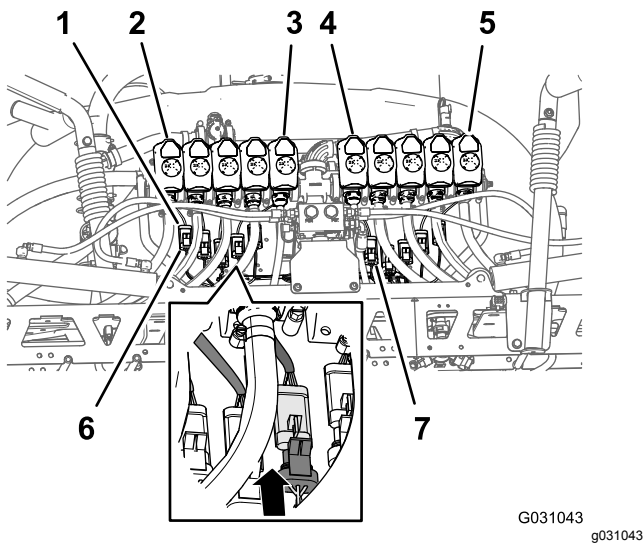

图 106
- 将带有**喷嘴阀 1 至喷嘴阀 5** 标签的 203cm 线束支管的 3 插槽接头放到 10 阀阀门安装架的后部位置要低于喷嘴阀 1 至 5 图 106。
2. 将带有喷嘴阀 6 至喷嘴阀 10 标签的 203cm 线束支管的 3 插槽接头放到 10 阀阀门安装架的后部位置要低于喷嘴阀 6 至 10 图 106。
3. 将标有喷嘴 1 的后线束 3 针插槽接头连接至喷嘴阀 1 线束的 3 针接头 图 106。
4. 在喷嘴阀位置 2 至 10 重复步骤 3 图 106。